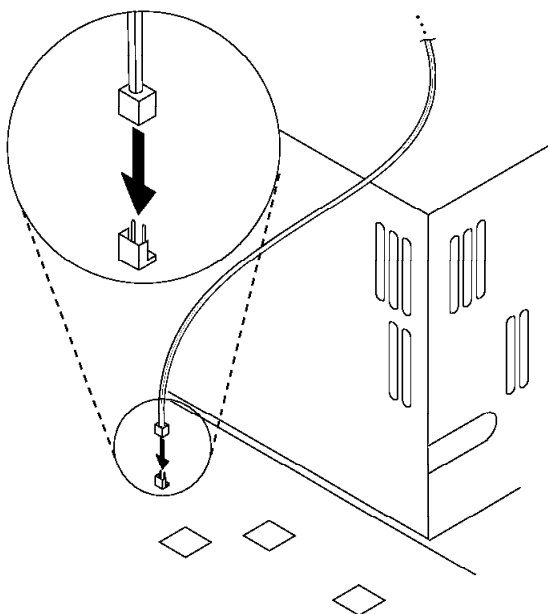

Figura 2-6. Conector de Sinal PC Wake on LAN (2 Pinos)
- 3** Com a tampa do PC removida, posicione o conector de sinal Wake on LAN de 2 pinos no circuito impresso do PC, de acordo com a Figura 2-6. Na extremidade macho-fêmea do cabo de 3 vias, conecte o conector fêmea ao conector de sinal Wake on LAN de 2 pinos do PC. Assegure que o cabo esteja abaixo do suporte de levantamento, de modo que não fique para fora ou possa ser danificado durante o fechamento ou a abertura da tampa do PC.